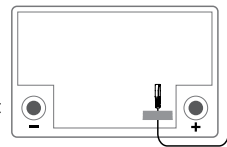

図 4
外部温度センサーは、サービス バッテリーの実際の温度に応じて充電電圧を調整します。充電電圧は、高温で減少し、低温で増加します。温度センサーは、可能ならばサービス バッテリーに取り付けるか、できるだけ近くに取り付ける必要があります。(図 4 参照)
6. テープを使って(図4参照)、サービス バッテリーの上の清潔で平らな面に温度センサーを固定します。センサーをプラス端子ポストのなるべく近くに置いてください。